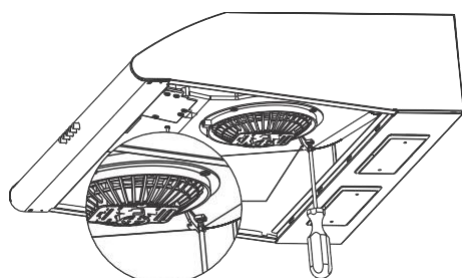

Fig. 7: Short throttle
- ➔ Instale o acelerador curto disponível nos acessórios de instalação em vez do acelerador longo (Fig. 7).